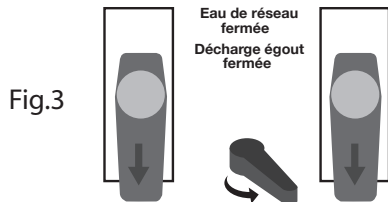

Fig.3
- 5) Positionner les vannes comme indiqué sur la figure 3, ajouter le produit chimique dans le réservoir.